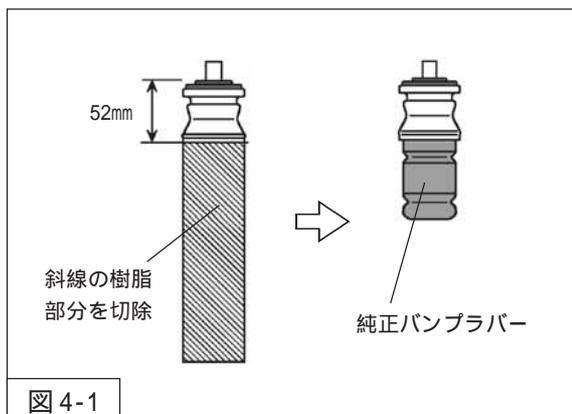

図 4-1
- ・ダストブーツ部分が純正アッパーマウントと一体になっている場合は、図4-1を参考に樹脂部分を切除してください。
2. 純正アッパーマウントは、固定されている純正バンブラバーを取外し、リアダンパーASSYに組付けてください。(図4-1)